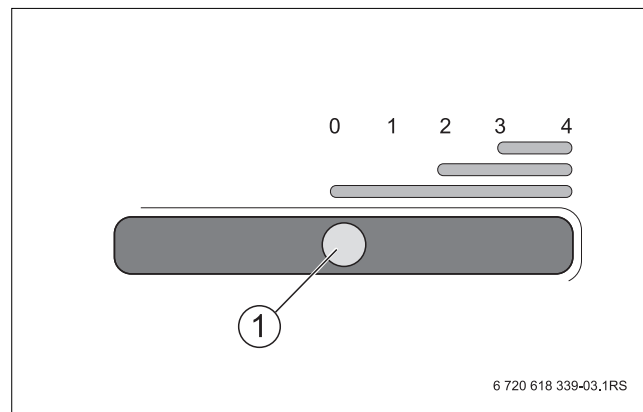

Bild 13 Scheibenspülluftschieber an der Füllraumbür
- ▶ Scheibenspülluftschieber [1] nach rechts schieben, um dem oberen Feuerraum weitere Sekundärluft und Scheibenspülluft zuzuführen (→ Bild 13).